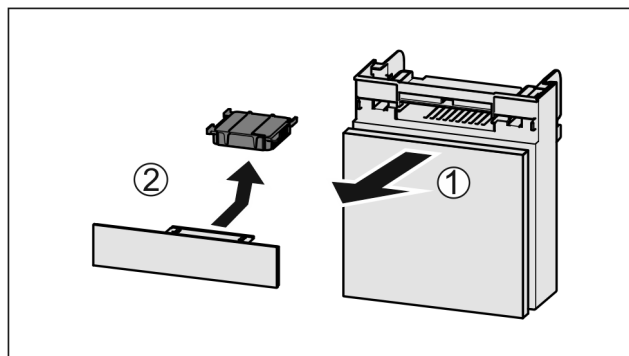

Fig. 69
- Træk rummet fremad Fig. 69 (1).
- Tag aktivkulfilteret Fig. 69 (2) ud.